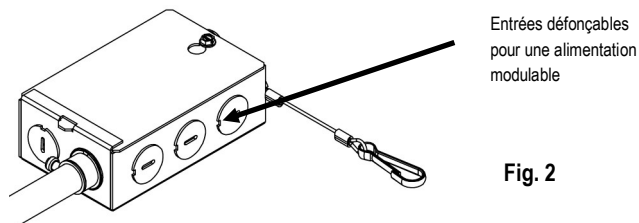

Fig. 2
3. Retirez le couvercle de la boîte de raccordement et faites le branchement électrique comme suit : (Fig. 2)